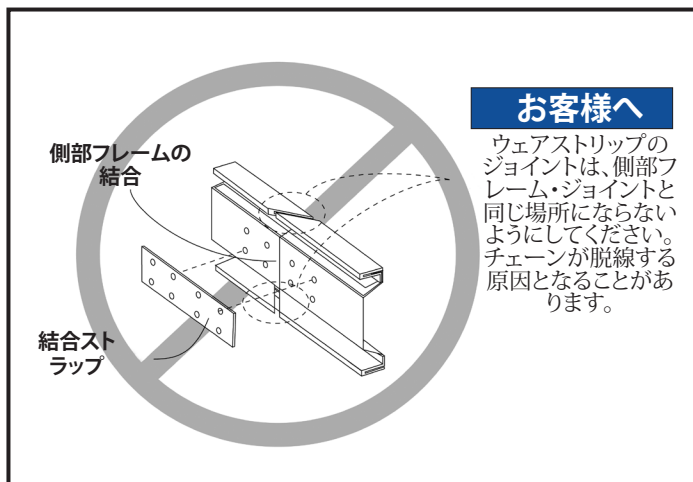
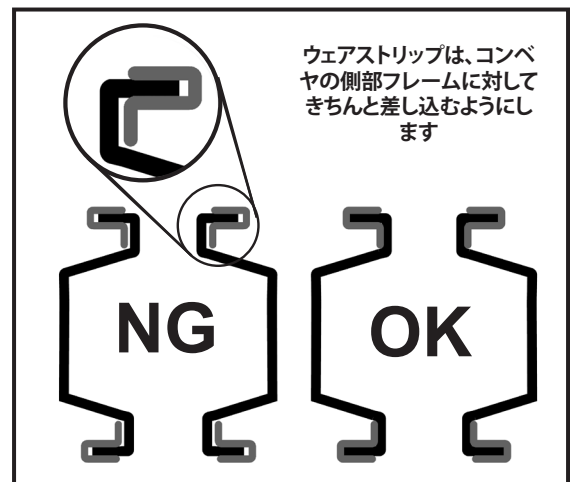

図11:ウェアストリップ・ジョイントをベッド部のジョイントと重ねないようにしてください
図12:ウェアストリップが適切に差し込まれていることを確認します
**切断の場所:**ウェアストリップのジョイントとコンベヤのベッド部のジョイントは同じ場所にならないようにしてください(図11)。ウェアストリップは、側部フレームのジョイントの全長を覆い、少なくとも10インチ(254mm)側部フレームのジョイントより長くなるようにします。ウェアストリップは、特に水平カーブおよび垂直カーブの場所をはじめとして、示されているとおり(図12)側部フレームに対してしっかり差し込まれていることを常に確認してください。